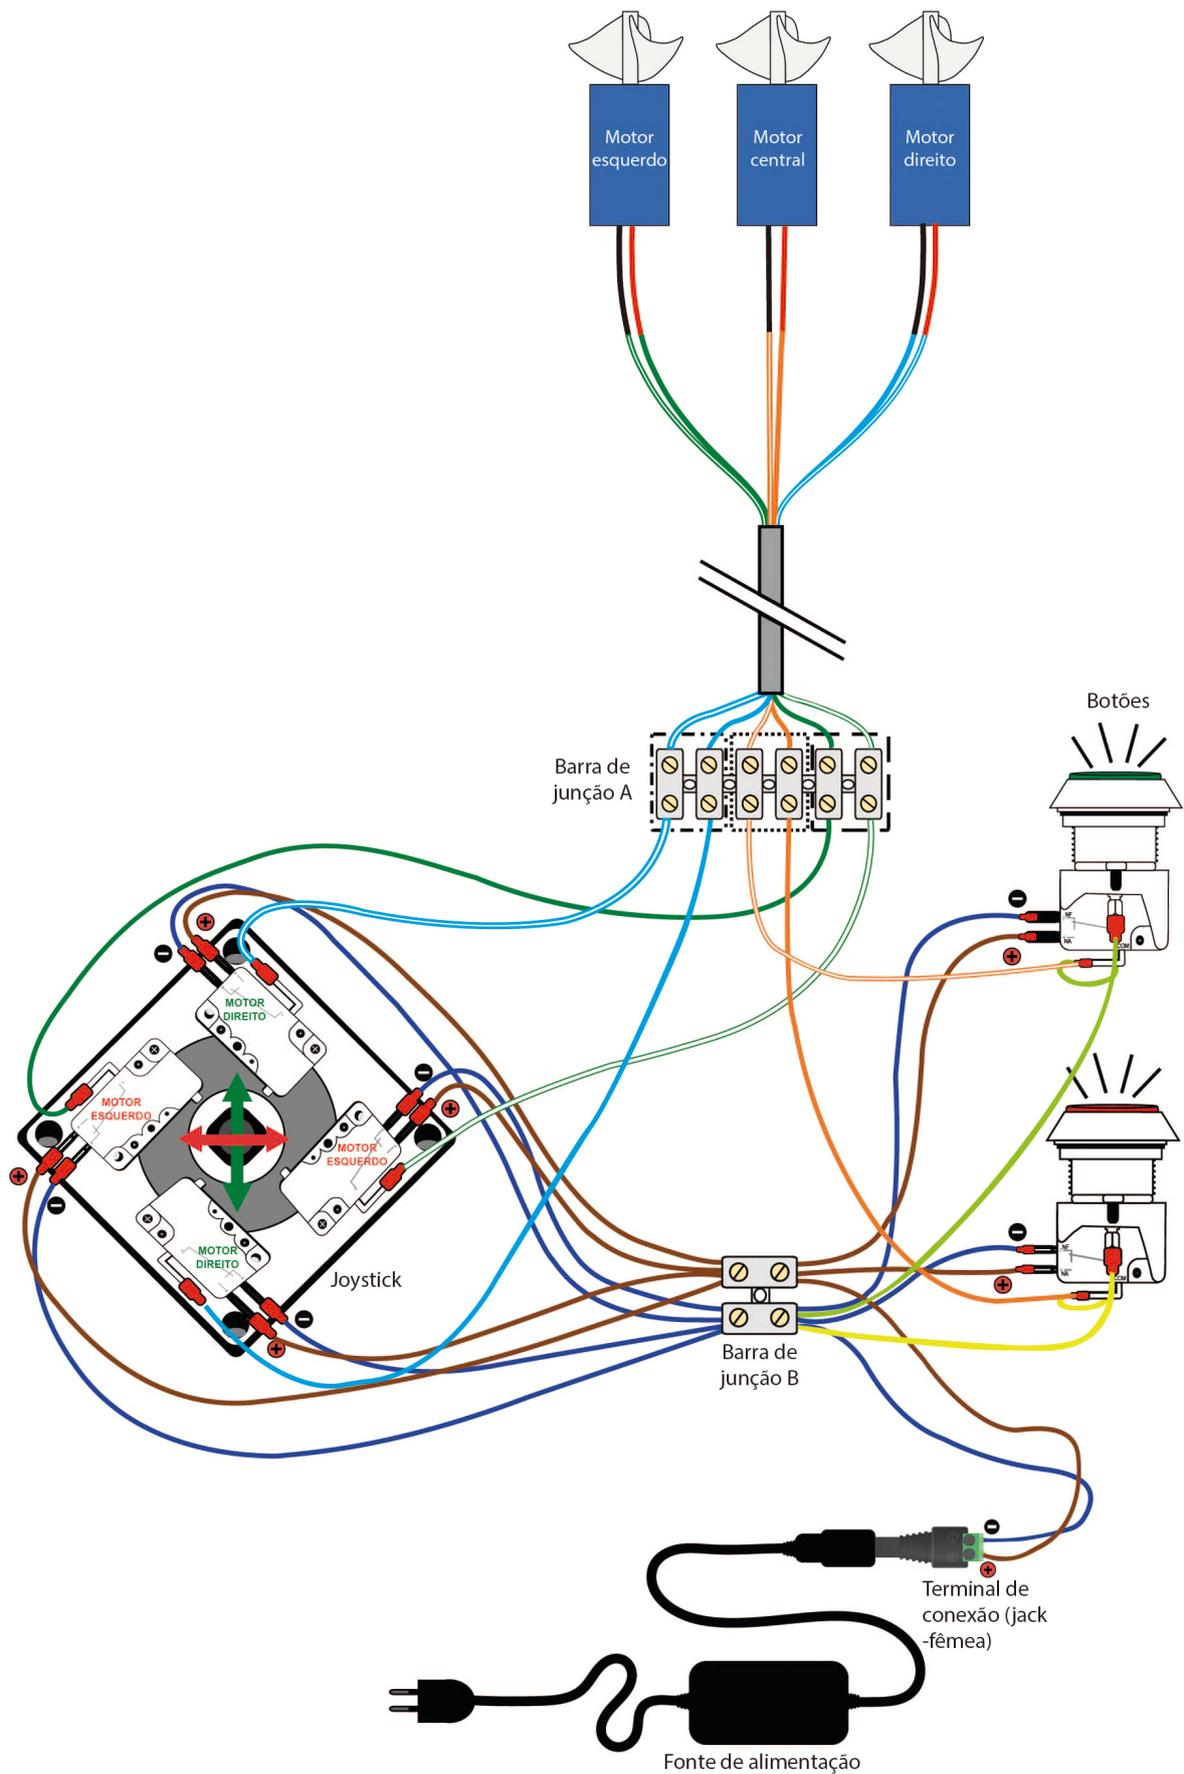

Figura 24. Esquema ilustrativo das ligações elétricas que devem ser efetuadas no entre os vários componentes do ROV básico. Adaptado de Costa 2017.
Uma forma rápida de criar uma consola é utilizar uma caixa de plástico (por exemplo, um recipiente de alimentos). Pode utilizar-se cola quente ou parafusos para fixar os componentes no interior da caixa. As ligações devem ser efetuadas de acordo com o esquema de ligação apresentado na Figura 24. A disposição do equipamento na consola também pode ser modificada de acordo com o que for mais conveniente para os utilizadores, mas o joystick tem de ter uma orientação romboidal (Figura 14).
Caso utilize fios de outras cores, adeque-os para ficarem de acordo com o esquema apresentado na Figura 24. Todos os passos seguintes se referem ao que está apresentado no referido esquema.
3. Ligar a extremidade dos fios correspondentes às saídas dos botões e a extremidade dos cabos do joystick à barra de junção B (Figura 24);
4. Ligar cada um dos 6 fios provenientes dos motores à barra de junção A (Figura 24);